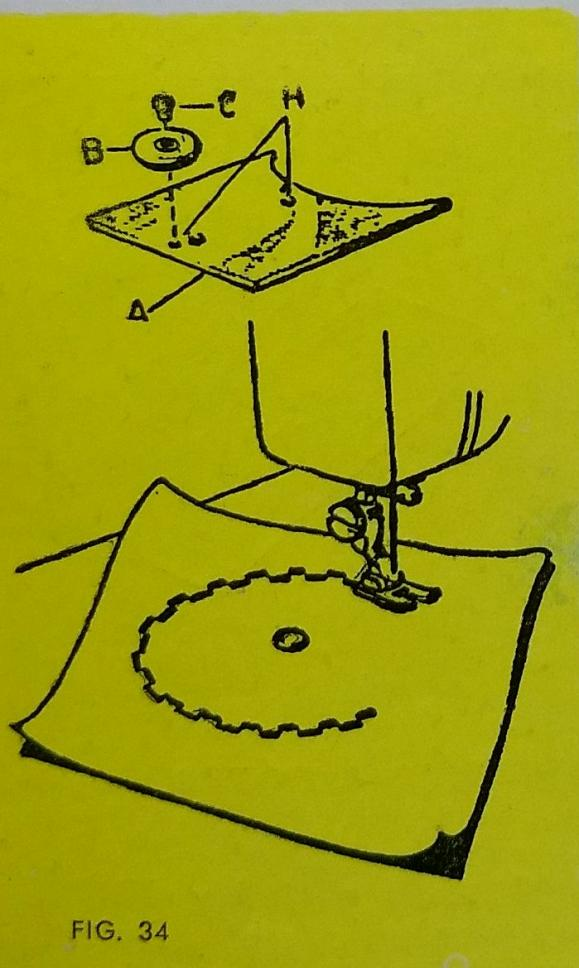

FIG. 34
- Colocar el botón para costura circular "B" (fig. 34) en uno de los agujeros "H" de la chapa corrediza "A";